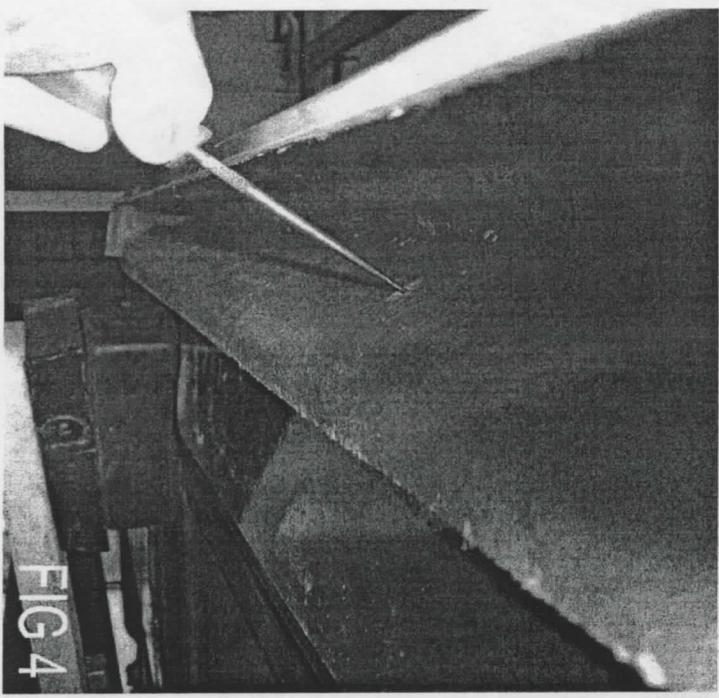

FIG 4
5. ONCE YOU HAVE ACHIEVED THE FIT YOU DESIRE, USE THE HOLES IN THE ACI SIDE SKIRT AS A TEMPLATE TO MARK THE REMAINING 7 HOLES ONTO THE FACTORY ROCKER. **(FIG.4)**